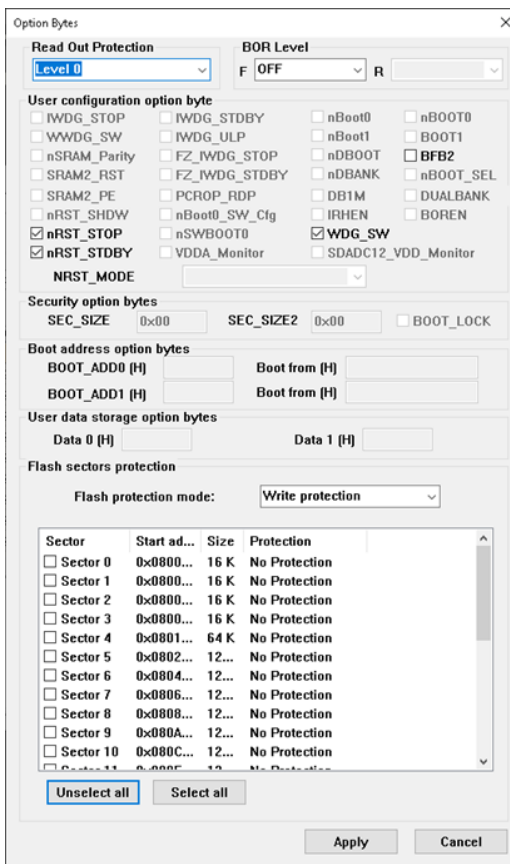

Рисунок 3– Окно программы STM32 ST-LINK Utility
3.3 В окне программы зайдите в меню «Target > Option Byte» и выберите там настройку «Level 0» (рисунок 3), затем нажмите «Apply».